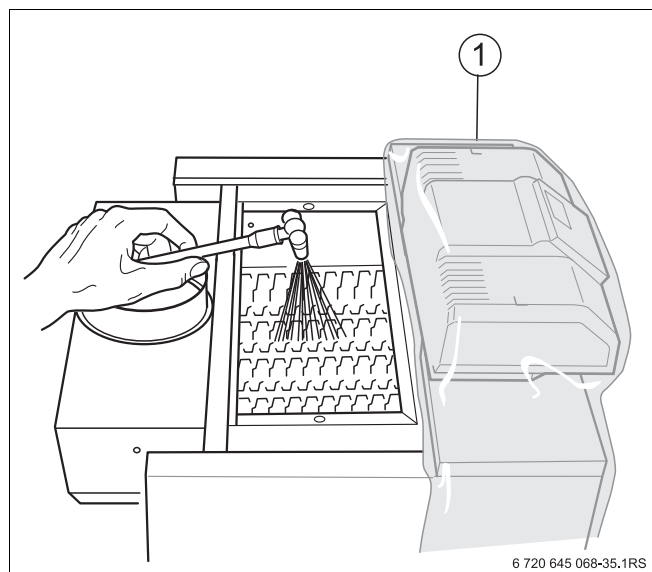

Рис. 40 Влажная чистка котла
- Накрыть систему управления пленкой (Рис. 40, поз. 1). Не допускать попадания аэрозольного тумана в систему управления.
- Сверху распылить равномерно чистящее средство в газоотводящих каналах (Рис. 40).